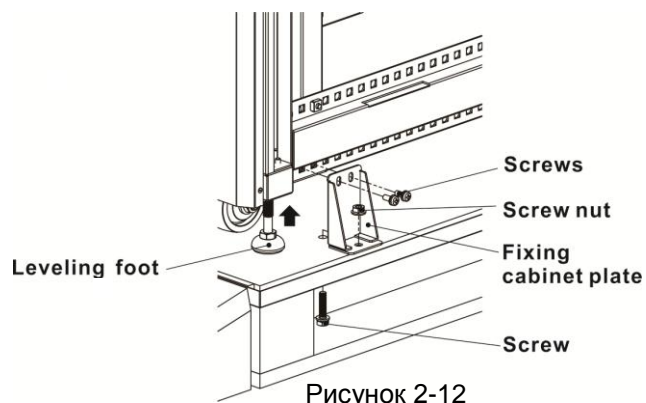
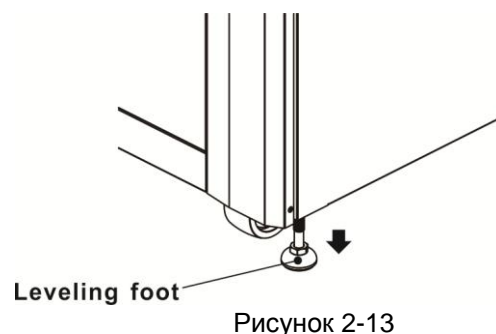

Рисунок 2-12
Рисунок 2-13
5. Чтобы установить устройство просто поверните ножки по часовой стрелке (рисунок 2-12 и рисунок 2-13).